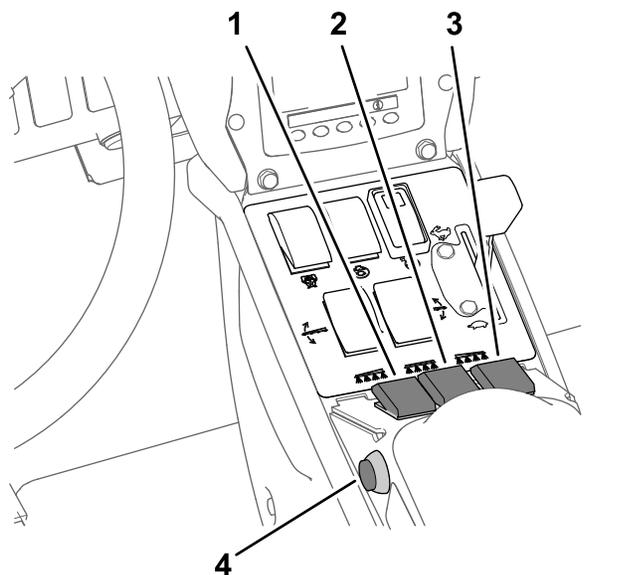

Figura 30
7. Ponga los interruptores de sección de fumigación en la posición de ACTIVADO (**Figura 30**).
10. Conduzca a la velocidad deseada y luego ponga el interruptor maestro en la posición de ACTIVADO para empezar a fumigar (Figura 30).
3. Ponga el interruptor maestro en la posición de DESACTIVADO; consulte Figura 30, en Fumigación en el Modo de caudal de aplicación \(página 36\).
7. Ponga los interruptores individuales de las secciones que desea utilizar en la posición de ACTIVADO; consulte Figura 30 en Fumigación en el Modo de caudal de aplicación \(página 36\).
9. Conduzca a la velocidad deseada y luego ponga el interruptor maestro en la posición de ACTIVADO para empezar a fumigar; consulte Figura 30, en Fumigación en el Modo de caudal de aplicación (página 36).